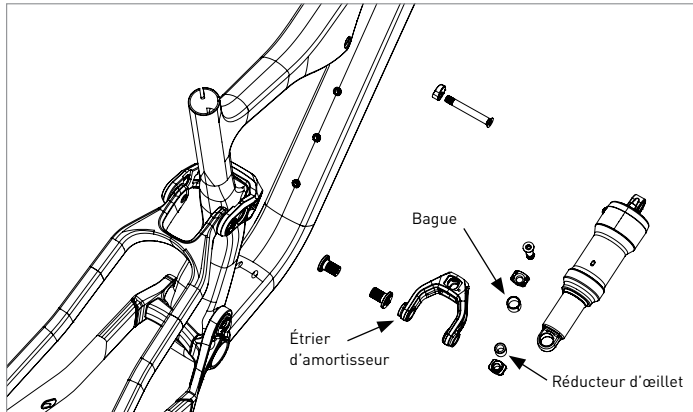

Figure 4: Dépose du réducteur d'œillet et de la bague
6. La dépose de la bague en acier inoxydable (Figure 4) de l'amortisseur nécessite un outil de dépose de bagues. Tout vélociste local disposant d'un service d'entretien des suspensions doit en avoir un et être en mesure de retirer la bague.